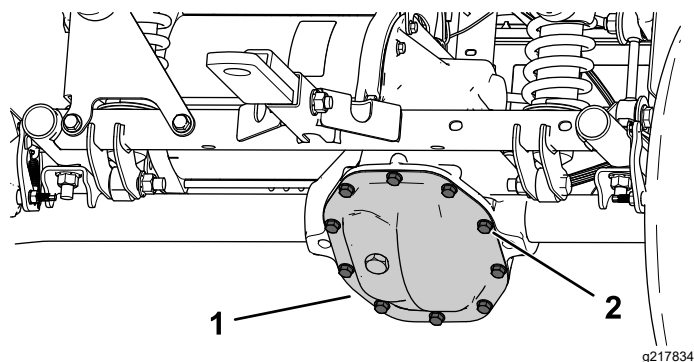

Figura 49
1. Aliniați o tavă de golire sub capacul transmisiei (Figura 49).
2. Îndepărtați uruburile de pe capacul transmisiei și golii complet lichidul (Figura 49).